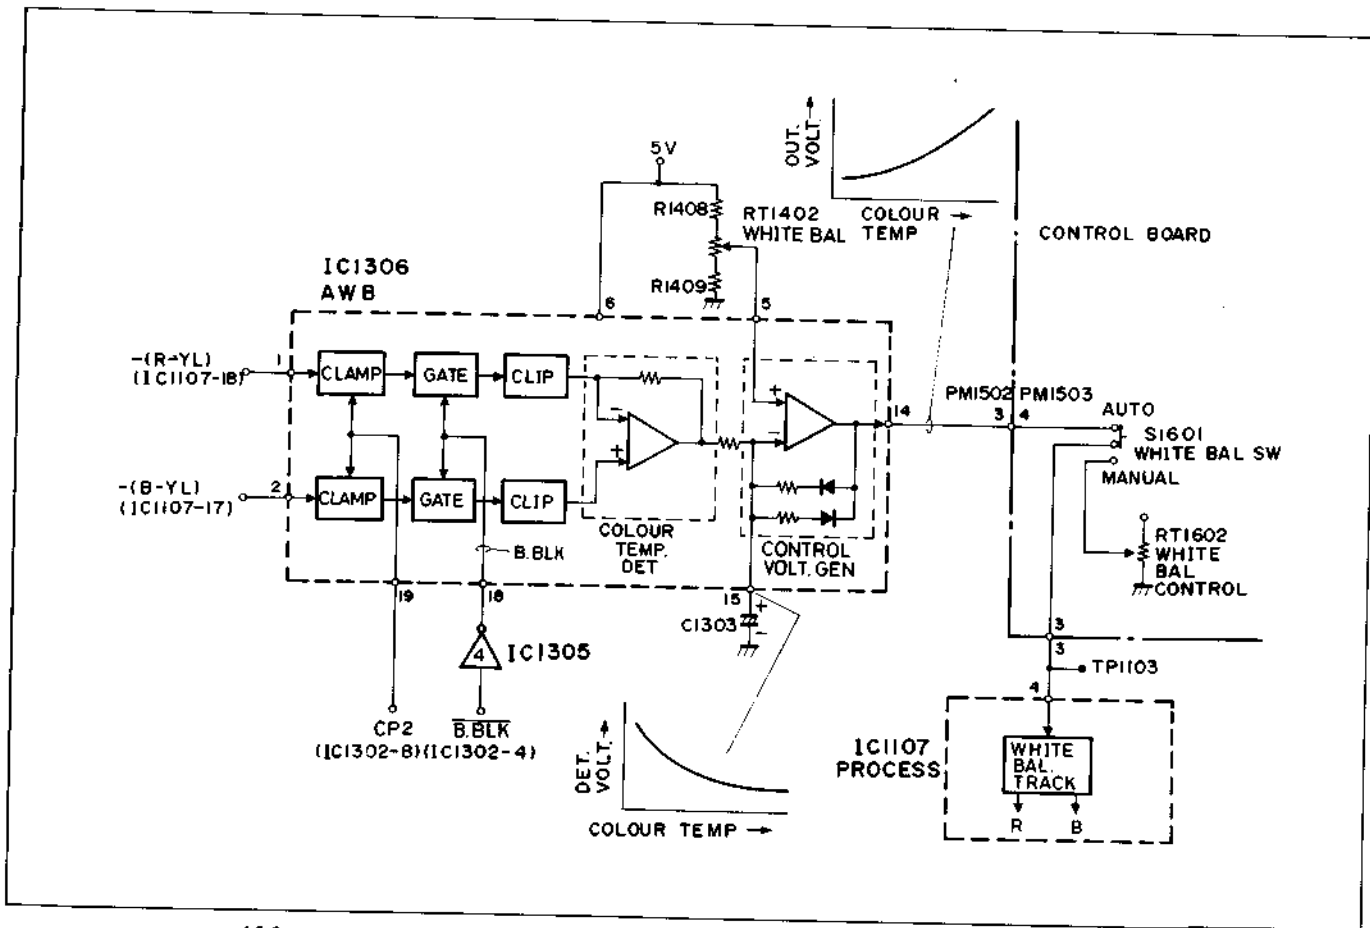

Abb. 2-18 Regelkreis für automatischen Weißabgleich
2.8 Automatischer Weißabgleich-Regelkreis (Abb. 2.18)